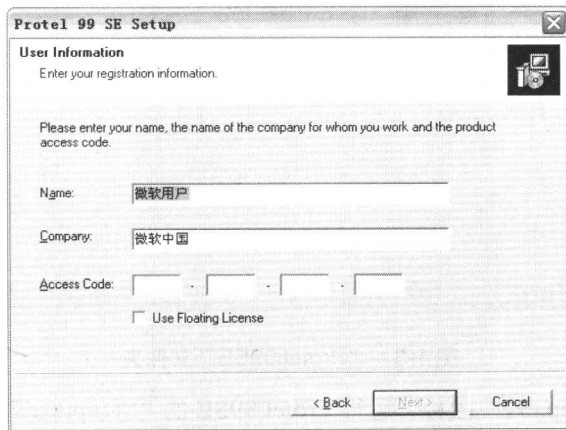

图 1-5 “User Information”对话框
(6) 单击“Next”按钮, Windows 显示“User Information (用户信息)”对话框, 如图 1-5 所示。